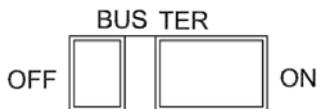

Рисунок 5.6 – Переключатель «Оконечная нагрузка шины (BUS TER)»
5.2.5.2 Переключатель «Оконечная нагрузка шины» (см. рисунок 5.6) в положении «ON (Вкл.)» отключает порт RS485, клеммы 68, 69 (См. схему силовой цепи, рисунок Б.1). Установка переключателя по умолчанию: «Off (Откл.)».